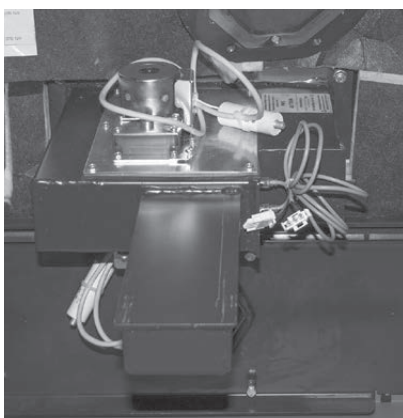

Fig. 24 Entaschung anschrauben
- ▶ Entaschung mit 4 Flanschnuttern M8 festschrauben – Fig. 24.